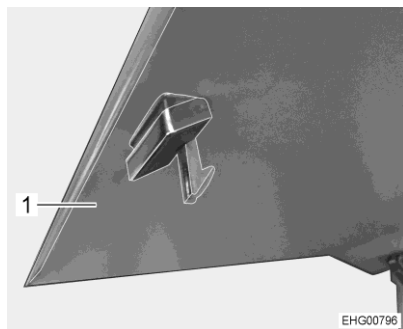

Bild 68 Skåplucka
- Tryck skåpluckan (Bild 68,1) inåt. Skåpluckan låses upp.